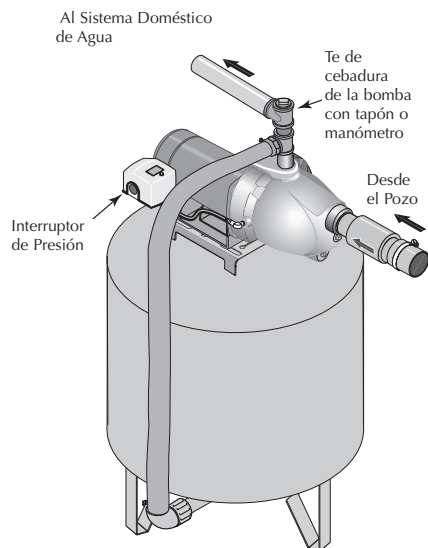

Figura 4: Conexiones del Tanque Pre-cargado
Conexión para tanque pre-cargado (Figura 4)
1. Instale dos "T"s en el puerto de descarga de la bomba (Vea la figura 4). El tamaño de la bomba debe de ser por lo menos tan grande como el puerto de descarga.